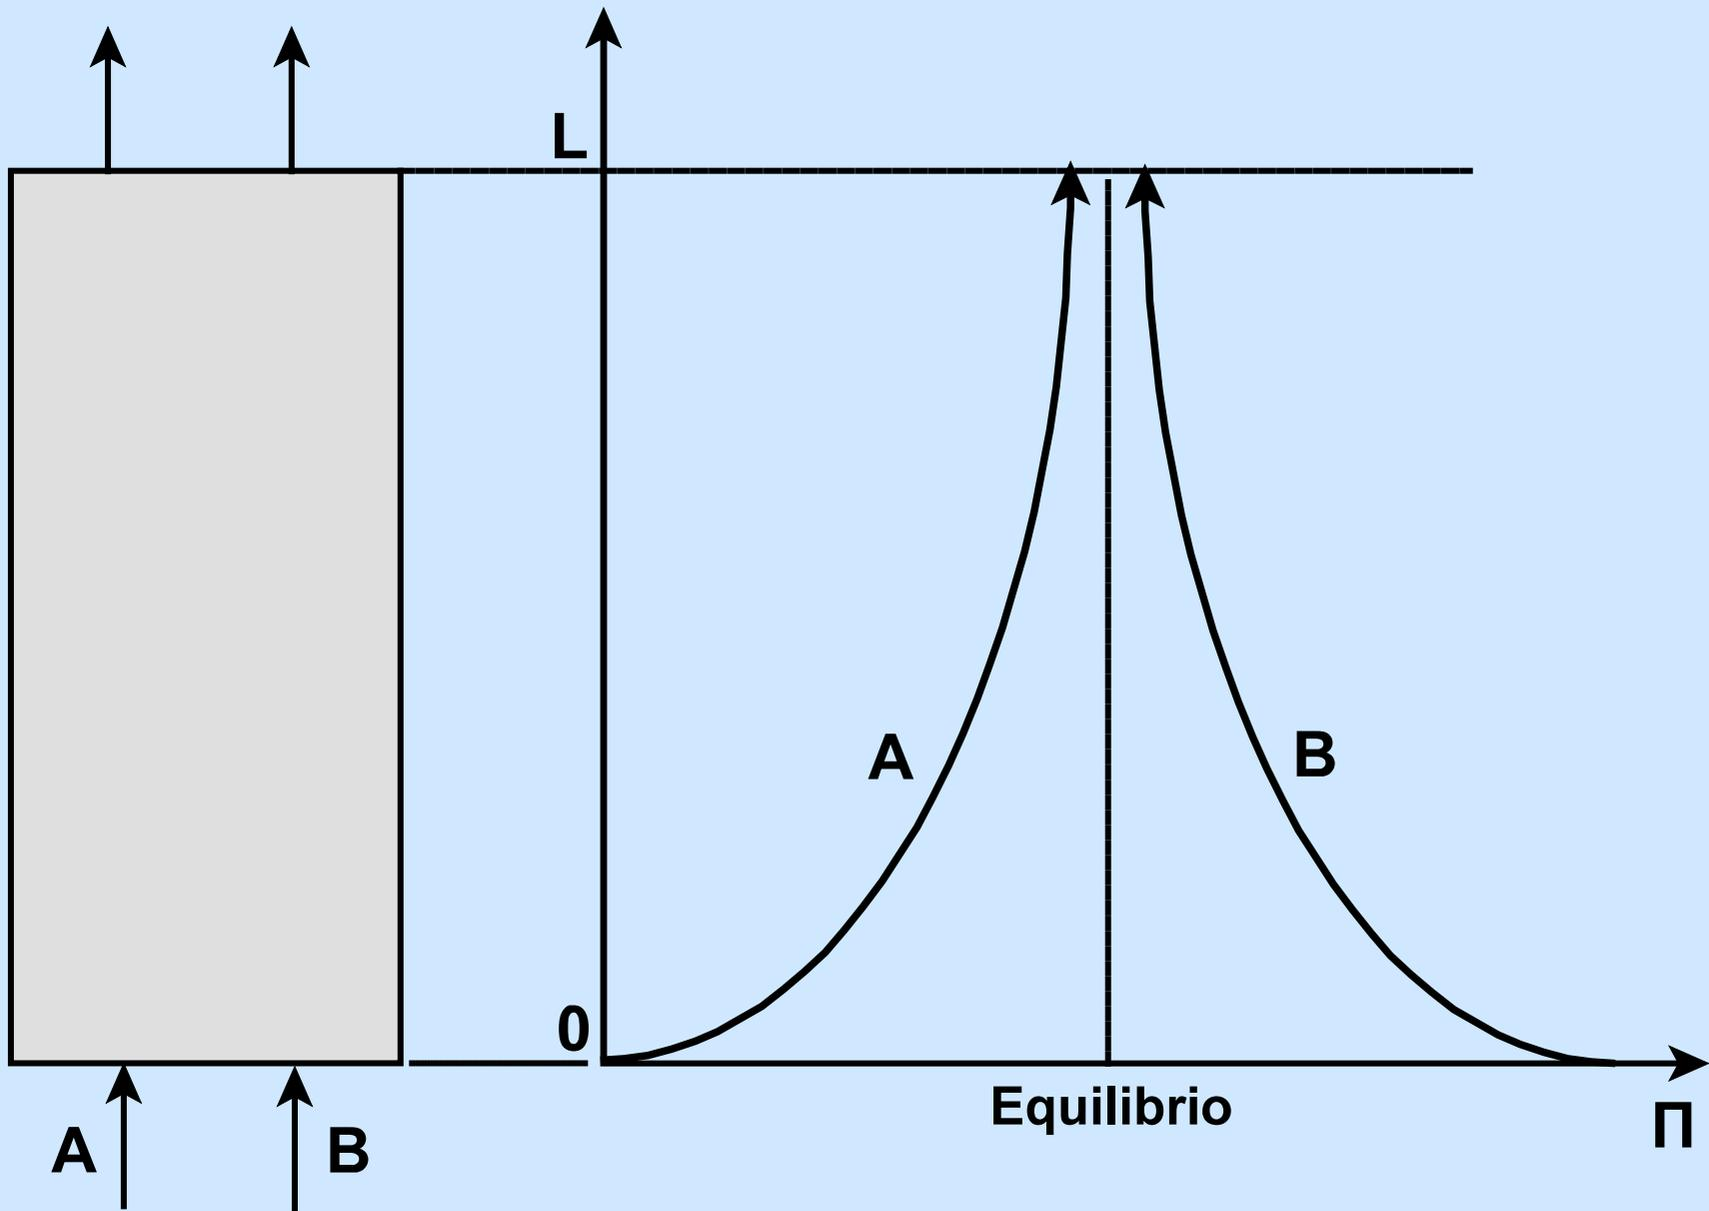

Figura 6.4: Flujo en paralelo.
- **Flujo en paralelo (Figura 6.4):** Las corrientes se mueven en la misma dirección y sentido a través del equipo.